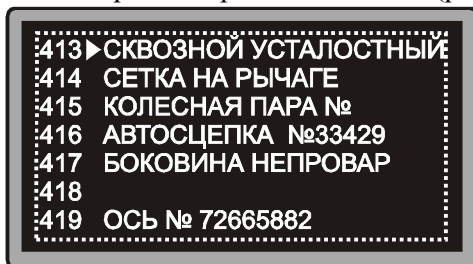

Рис. 6.12 Режим работы с памятью
6.15.2.3 Кнопками "↑", "↓" выбрать желаемое действие и нажать кнопку "←". Появится экран содержимого памяти (рис. 6.12).